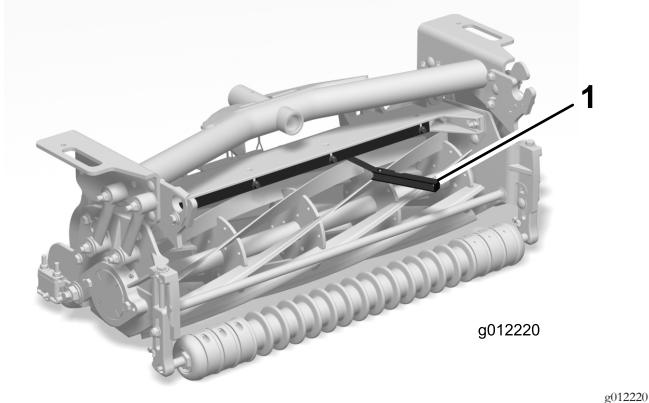

Figura 8
- 4. Insira um calibrador de 1,5 mm entre parte superior do cilindro e a parte inferior da barra para verificar a folga (Figura 8).